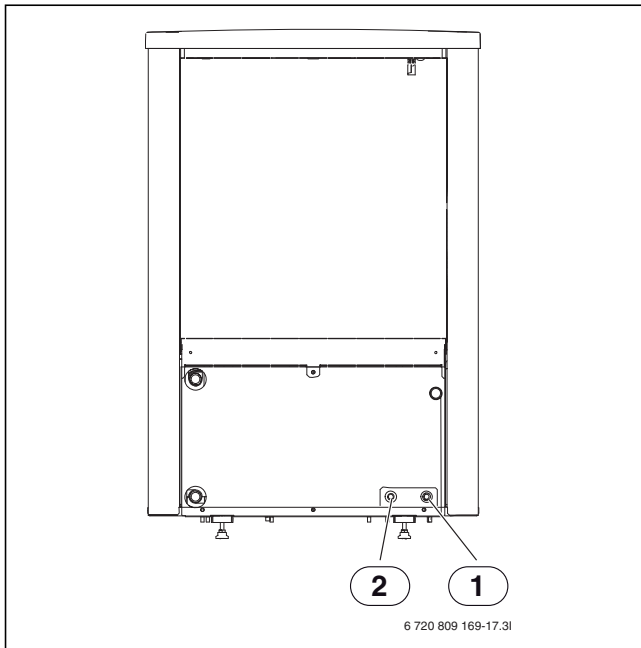

Рис. 83 Кабельные подключения, тыльная сторона теплового насоса
- ▶ Проведите соединительные кабели через ввод для кабелей (→ [1] and [2], Рис. 83 и 84). При необходимости используйте буксировочный трос.